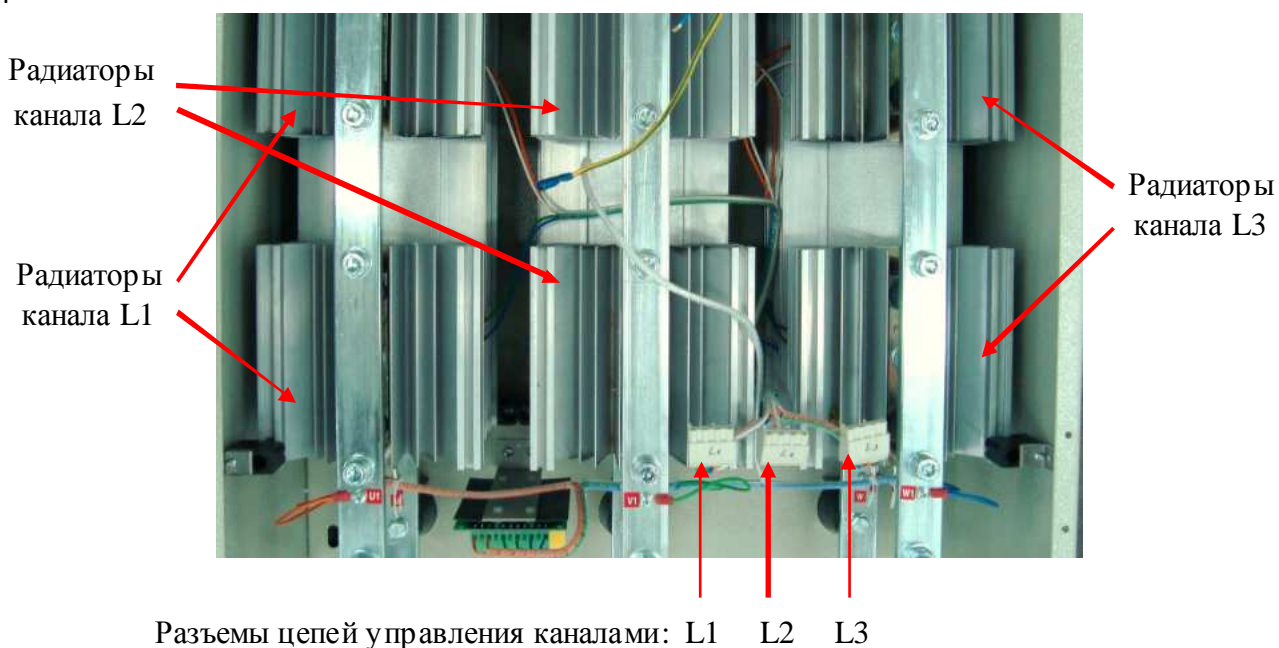

Рис. 4.5. Расположение разъемов цепей управления тиристорами.
- 4.7.5. Проверить исправность цепей управления тиристором. Проверка производится с помощью УПСМ. Расположение разъемов цепей управления тиристорами приведено на рис. 4.5.